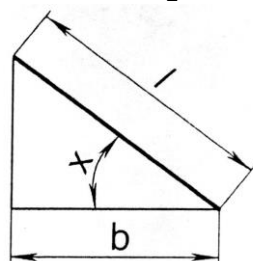

Рис. 5.16
5.23. Є похила площина, довжина основи якої дорівнює b (рис.5.16). Кут її нахилу x та довжину l можна змінювати. По цій площині вільно скочується куля. Яким повинен бути кут нахилу площини x , щоб час скочування був найменшим?